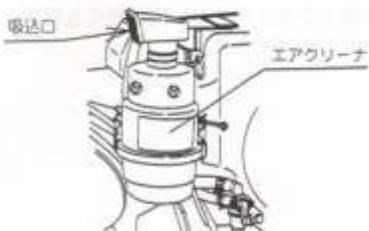

図34
④ エアクリーナの吸込口をホコリの少ない方向に向けてください。(図34)